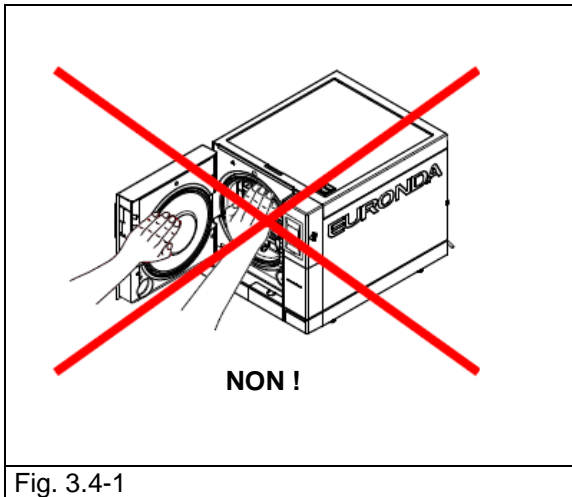

Fig. 3.4-1
Le manuel est structuré en chapitres, paragraphes et sous-paragraphes ; les figures sont numérotées avec l'indication du paragraphe de référence, plus l'ajout d'un numéro progressif. Ex. : Fig. 3.4-1 (figure n°1 se référant au par. 3.4).
1. Lorsque le stérilisateur a terminé l'exécution du cycle de stérilisation et que l'on ouvre la porte pour sortir les instruments stérilisés, les parties internes de la chaudière et de la porte sont encore très chaudes. Ne pas les toucher directement pour éviter les brûlures (Fig. 3.4-1). Utiliser l'extracteur prévu à cet effet (voir par. 3.3 « Dispositifs de sécurité »).